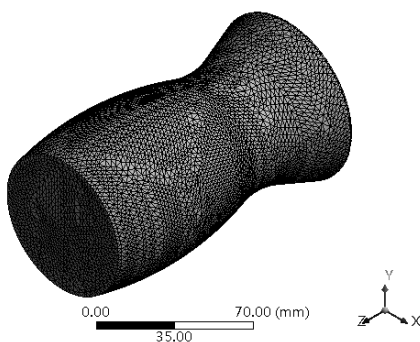

图 15-16 网格效果
Step2 : 在 Outline (分析树) 中的 Mesh 选项上右击, 在弹出的快捷菜单中选择 Generate Mesh 命令, 此时会弹出进度显示条, 表示网格正在划分, 当网格划分完成后, 进度条自动消失。最终的网格效果如图 15-16 所示。